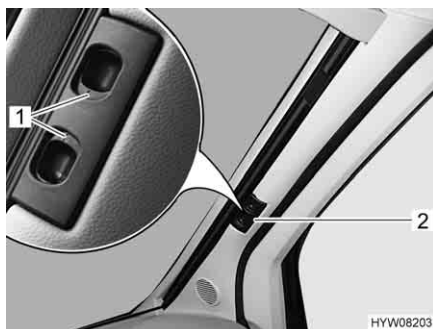

Fig. 18 Tendina oscurante pieghevole per il parabrezza
- Spingere verso l'esterno le due metà della tendina oscurante pieghevole del parabrezza per la maniglia (Fig. 18,2) fino all'arresto. Durante questa operazione spostare orizzontalmente la maniglia verso la rientranza di bloccaggio.
- Fare innestare le maniglie di sbloccaggio (Fig. 18,1).